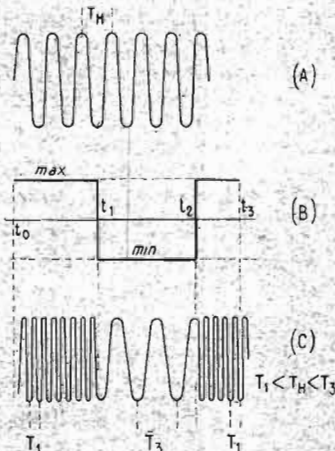

FIG. 2
Si ce signal modulant est sinusoïdal, les variations de l'amplitude de ce signal et celles de la fréquence et de la période du signal HF modulé, sont progressives. Par contre, il est possible d'avoir affaire à des signaux modulants de forme différente de la sinusoïde où les amplitudes peuvent varier d'une manière discontinue. Soit par exemple le signal modulant (B) de la figure 2 qui est un signal rectangulaire donc avec un maximum qui se produit de  $t = t_0$  à  $t = t_1$  et